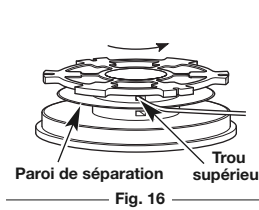
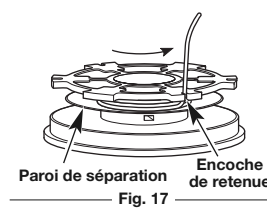

Fig. 16
Fig. 17
- Insérez l'extrémité d'un fil de coupe dans le trou supérieur du moulinet intérieur (Fig. 16). Embobinez fermement le fil dans la direction indiquée au bas du moulinet intérieur jusqu'à ce qu'il en reste 150 mm (6 pouces) environ. Maintenez le fil au-dessus de la paroi de séparation. Insérez la section du fil de 150 mm (6 pouces) dans l'encoche de retenue 0,095 la plus proche (Fig. 17).